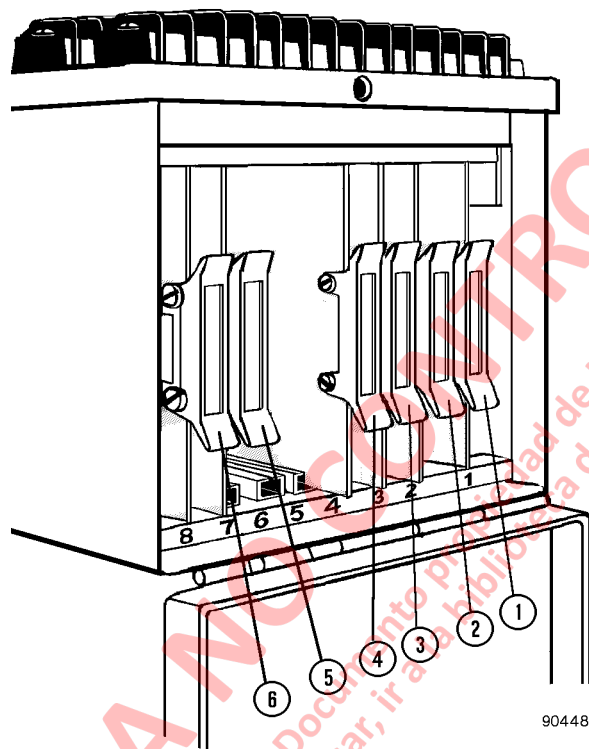

FIGURA 3-5. CAJA DE PLACAS DEL SISTEMA AID
**NOTA:** Cada placa se identifica con un número que corresponde a una conexión en la carcasa. Si retira cualquier placa, asegúrese de que los números de estas correspondan con los números de la carcasa durante la instalación, ver Figura 3-5.